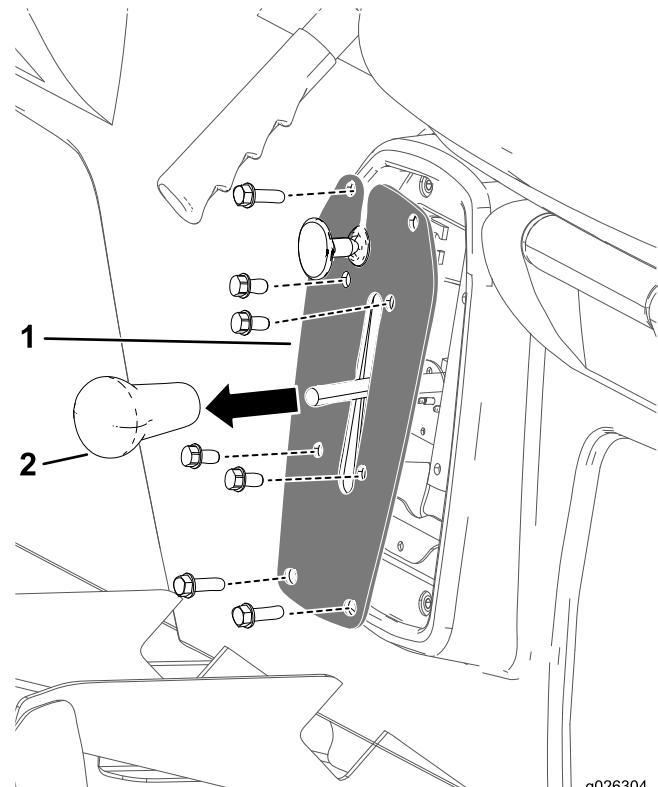

Рисунок 41
1. Снимите рукоятку с рычага переключения передач (Рисунок 41).
2. Выверните 4 болта крепления пластины переключения передач к консоли механизма переключения передач (Рисунок 41).
3. Выверните 4 болта крепления пластины переключения передач к основанию сиденья и снимите пластины переключения передач (Рисунок 41).
- Наверните рукоятку рычага переключения передач и затяните ее рукой (Рисунок 41).